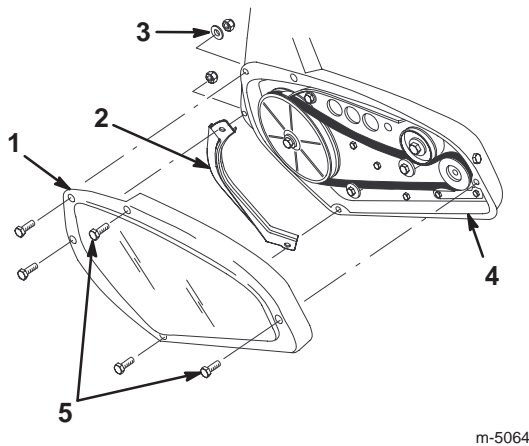

Bild 20
4. Entfernen Sie die zwei Blechschrauben, die drei Kopfschrauben, eine Scheibe und drei Sicherungsmuttern, mit denen die Antriebsriemenabdeckung am Rahmen der Schneefräse befestigt ist (Bild 20). Legen Sie die Riemenabdeckung zur Seite.
5. Bauen Sie die linke Rotorabdeckung ab (Bild 20) und legen Sie sie für den späteren Einbau in Schritt 10 beiseite.